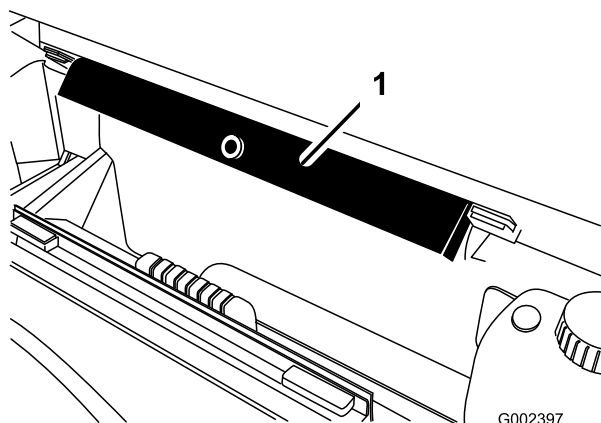

Figura 1
- B. Retire o suporte da plataforma dos suportes existentes na parte de trás do painel do sistema ROPS (Figura 1).
2. Insira o suporte da plataforma nos suportes na parte posterior do painel do ROPS (Figura 1); consulte Preparar para instalar o kit.